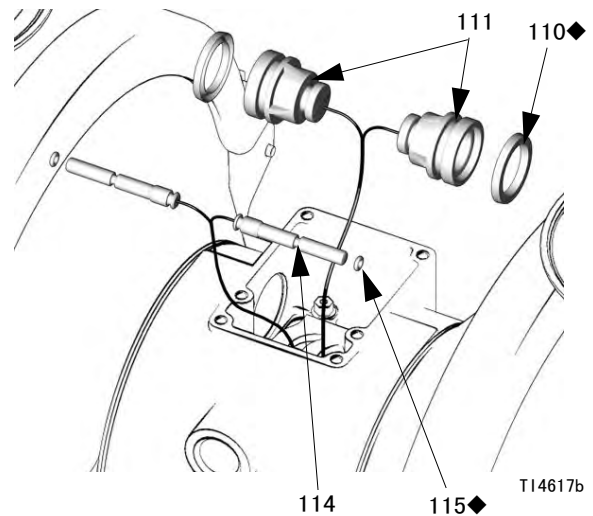

图 8
4. 拉出 2 个传动器活塞 (111)。将活塞上的 U 形环 (110) 卸下。拉出导向销 (114)。将导向销上的 O 形圈 (115) 卸下。参见图 8。